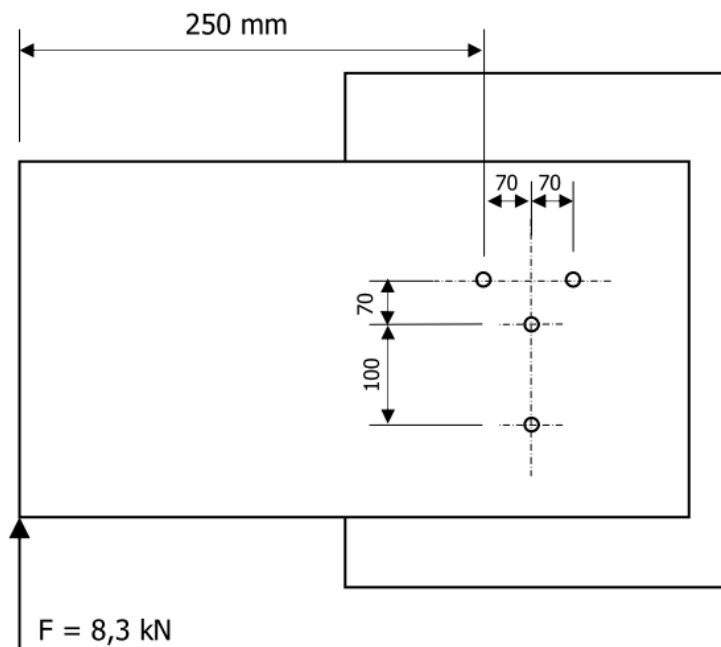

Figura 1.7
- 1.3.4** Considere a ligação aparafusada da Figura 1.7 constituída por quatro parafusos iguais.